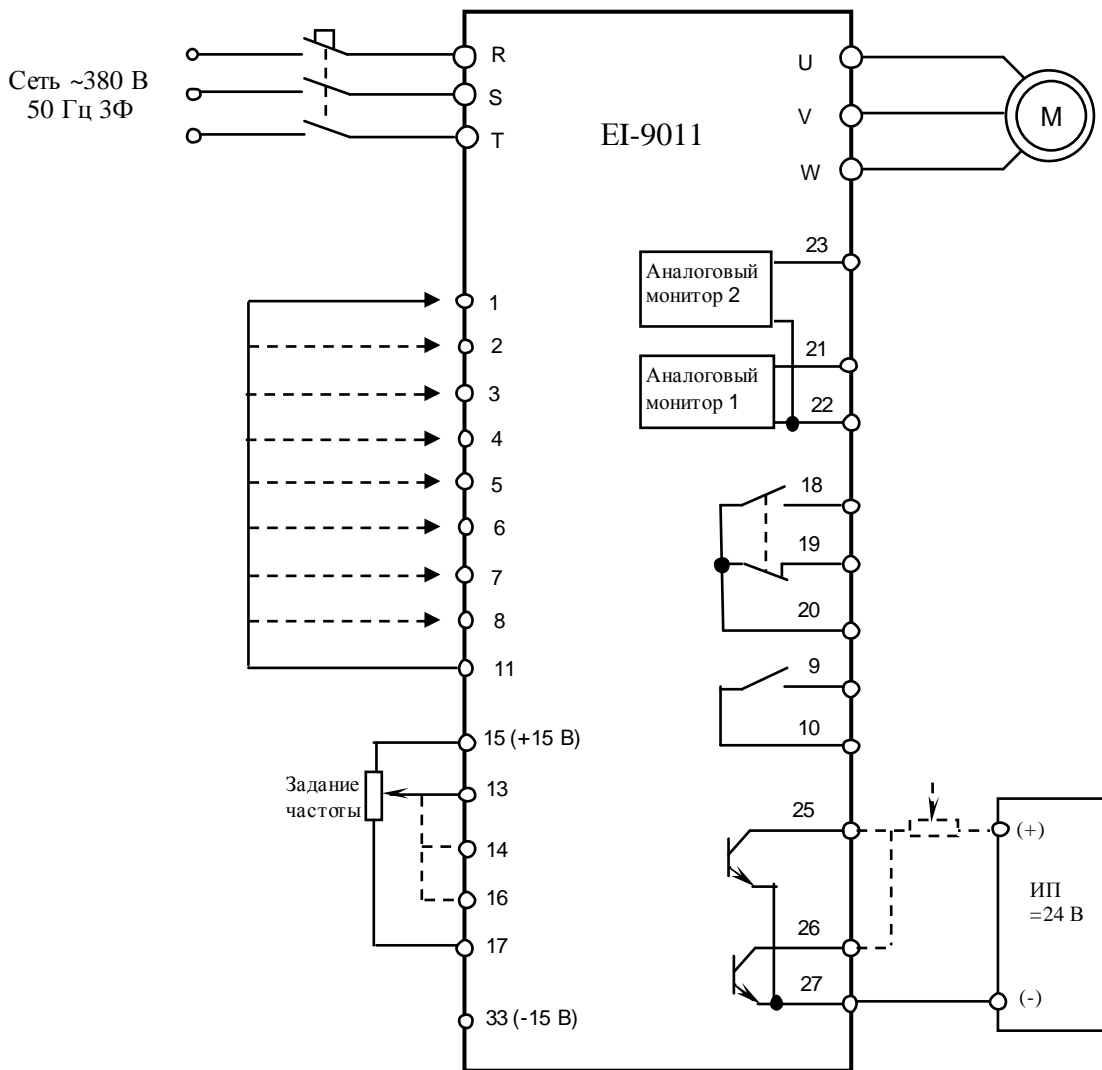

Рис. 4.12. Диагностика входных и выходных цепей управления преобразователя EI-9011.
4.12.1. Подключить электродвигатель к выходным клеммам U, V, W (рис.4.12).
4.13.18. Отсоединить потенциометр от клемм 15, 16, 17 и присоединить его к клемме 25 и к источнику питания ≈ 24 В, как показано на рис. 4.12. Включить источник питания. При помощи мультиметра в режиме измерения постоянного напряжения $V=$ измерить напряжение между клеммами 25 и 27 – должно быть $\approx 24 \pm 2$ В.